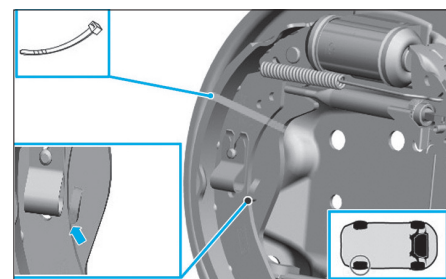

Fig. 17
- Sur la roue arrière droite, attacher le segment arrière à l'aide d'un collier plastique (Fig.17).
- Sur la roue arrière droite, couper le collier plastique (Fig.17).